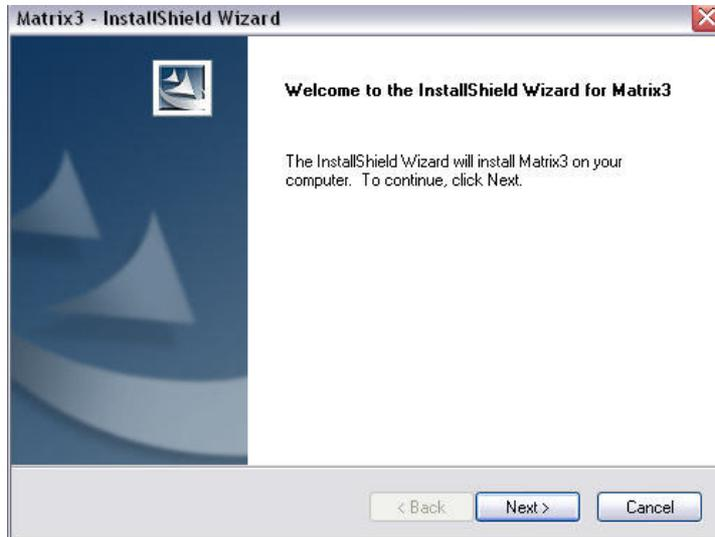

FIG. 7
- Fare clic su NEXT (AVANTI) per continuare l'installazione del software e avanzare alla procedura guidata InstallShield per Matrix3 (FIG. 7). Fare clic sul pulsante BACK (INDIETRO) per tornare a una schermata di installazione precedente o CANCEL (ANNULLA) per terminare l'installazione del software.
- Fare clic su NEXT (AVANTI). La procedura guidata InstallShield per Matrix3 dà inizio all'installazione (FIG. 7).